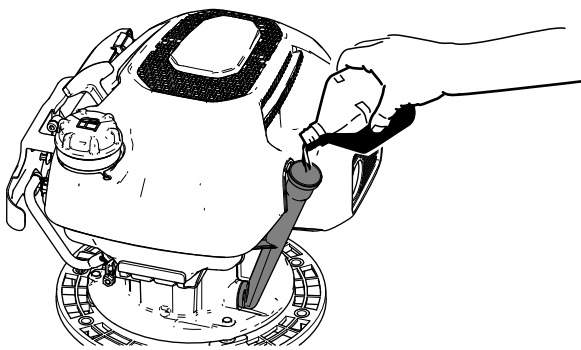

Bild 15
3. Gießen Sie das angegebene Motoröl langsam in den Öleinfüllstutzen (Bild 15) und warten Sie 3 Minuten.